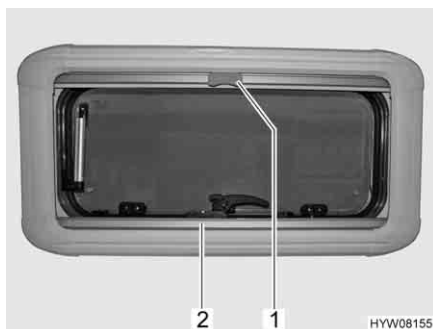

Fig. 48 Finestra apribile
- Afferrare la tendina oscurante pieghevole (Fig. 48,2) per la parte centrale della barra di presa, tirarla dal basso verso all'alto e rilasciarla nella posizione desiderata. La tendina oscurante pieghevole rimane in questa posizione.
- Tirare la zanzariera a rullo per la maniglia (Fig. 48,1) verso il basso fino a quando non si trova in contatto con la tendina oscurante pieghevole (Fig. 48,2).
- Premere la maniglia (Fig. 48,1) della zanzariera a rullo.